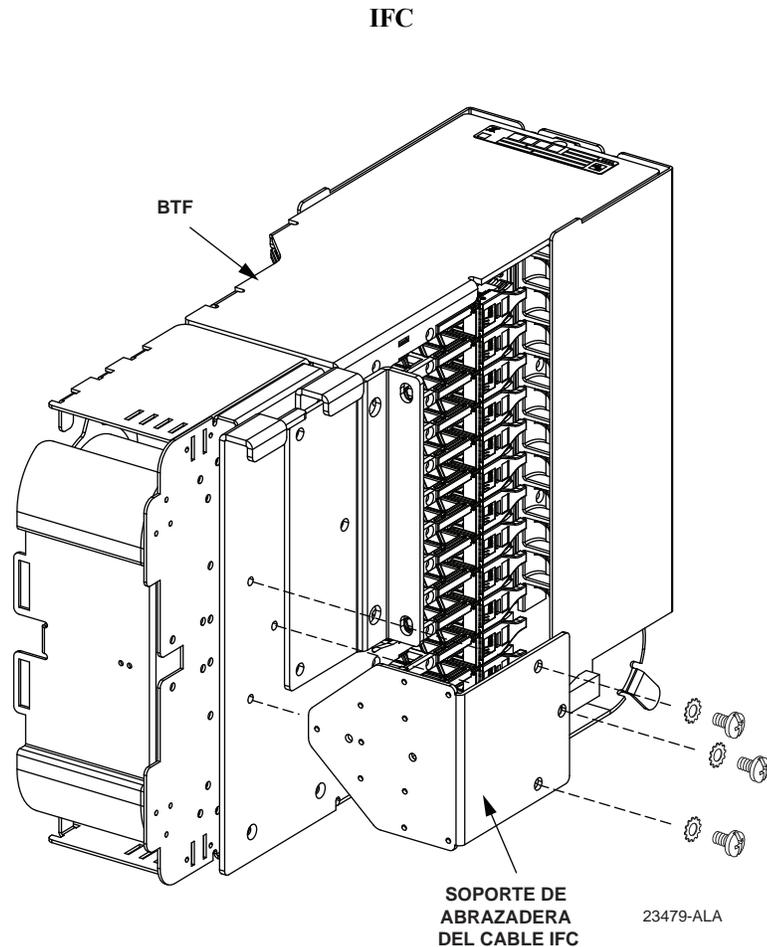

Figura 10. Instalación del Soporte de la Abrazadera del Cable IFC
3. Instale el soporte de la abrazadera del cable IFC como se muestra en la Figura 10 usando los tres tornillos y arandelas de presión suministrados.